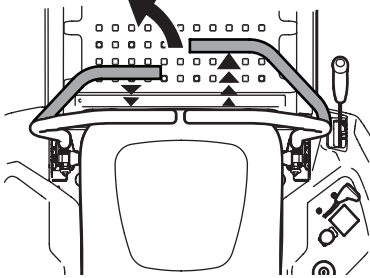

Figura 23
1. Para girar a la izquierda, mueva la palanca de control de la transmisión del lado izquierdo hacia atrás respecto de la palanca de control de la transmisión derecha. Consulte la Figura 23.